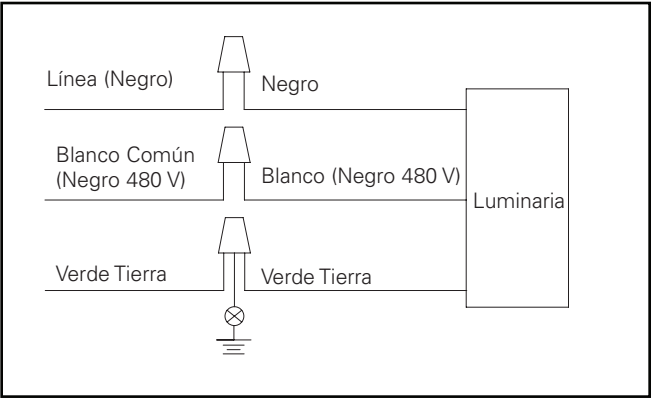

Figura 6.
6. Conecte los cables en el interior del brazo de montaje. Consulte el diagrama de cableado para conocer las conexiones de la alimentación. Conecte los cables de alimentación a los terminales correspondientes de la luminaria. (Figura 6.)